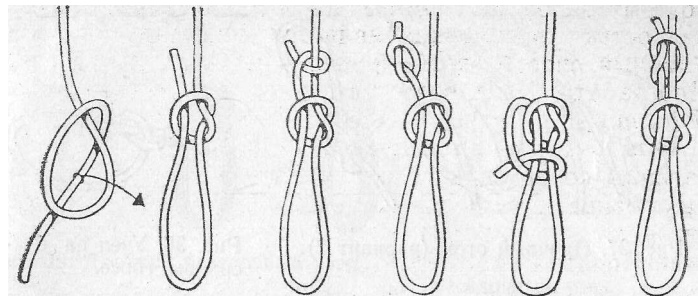
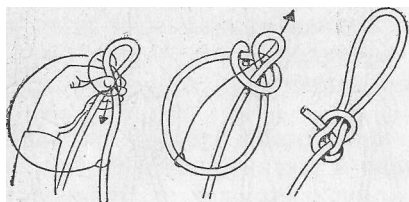

Рис. 36. Прочный огон (вариант 1).
Рис. 37. Прочный огон (вариант 2).
*Прочный временный огон.* Узел можно завязывать как на тонких, так и на толстых снастях. Выполнение показано на рис. 36. Сначала завязывают простой узел, не обтягивая его. Конец троса проводят в образовавшуюся петлю. Заканчивают узел по-разному. После небольшой практики этот узел можно завязывать очень быстро. Преимущественно его применяют, когда петля на тросе должна быть строго определенного размера. В морской практике известны красивые узлы среднего размера, названий которых автор никогда не слышал. Пример такого огона показан на рис. 37.левой рукой зажимают перекрестие небольшой петли. Затем ходовым концом делают большую петлю вокруг запястья или предплечья и петлю меньшего размера вокруг большого пальца. Конец троса зажимают средним и безымянным пальцами левой руки. Затем большую петлю проводят над меньшей в первую малую петлю. Величина огона зависит от размеров большей петли.